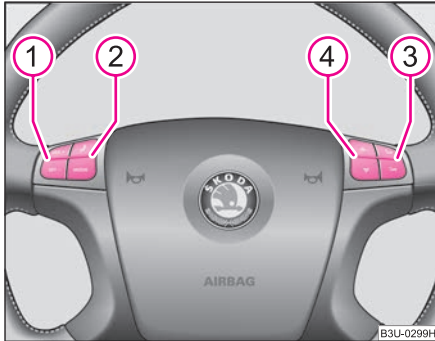

Fig. 128 Volanul multifuncțional: Tastele de comandă
- Telefonul se utilizează de la tastele ②, ③ și ④ ⇒ fig. 128.
- Apăsând tasta ② în poziția **MODE** comutați din regimul de funcționare Radio în regimul de funcționare Telefon (și invers).
- Apăsând scurt tasta ② în poziția  puteți prelua sau încheia o convorbire telefonică, sau puteți selecta din agenda telefonului.
- Apăsând tasta ② în poziția  mai mult de 2 secunde, puteți respinge un apel telefonic.
- Apăsând tasta ③ în poziția , resp.  puteți reduce sau mări volumul sonor al convorbirii.
- Apăsând scurt tasta ④ în poziția Δ sau ∇ puteți răsfoi numele din memoria telefonului.
- Prin apăsare prelungă pe tasta ④ în poziția Δ sau ∇ puteți răsfoi agenda telefonică în ordine alfabetică, crescător (A la Z) sau descrescător (Z la A).
Când comutați în regimul de funcționare Telefon de la tasta **MODE** de pe volanul multifuncțional ⇒ fig. 128 și telefonul nu se află în adaptor, pe display se afișează **INSERT PHONE (INTRODUCEȚI TELEFONUL)**. După așezarea telefonului în adaptor, pe display se afișează **PHONE IN (TELEFON INTRODUS)**.
Prin apăsarea tastei ④ în poziția Δ sau ∇ ⇒ fig. 128 puteți răsfoi meniurile.